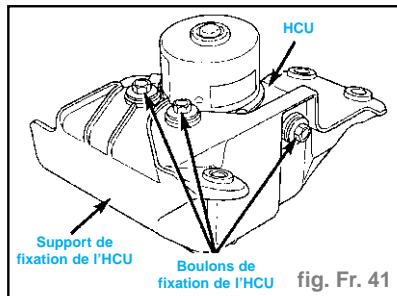

fig. Fr. 41
- Déposer les trois boulons fixant l'ICU au support. Séparer l'ICU du support (fig. Fr. 41).
- Poser l'ICU sur le support de fixation (fig. Fr. 41). Poser les trois boulons fixant l'ICU au support de fixation. Serrer les trois boulons de fixation au couple de 1,1 daN.m.